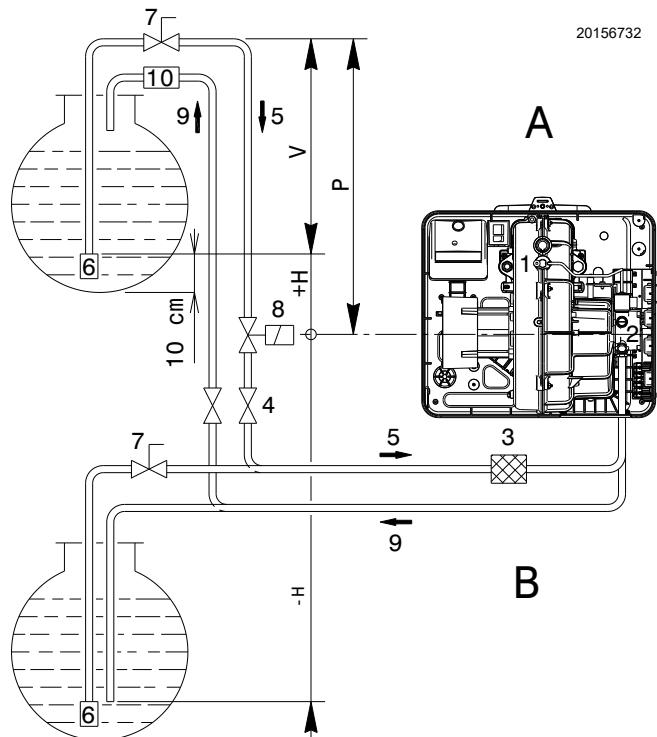

Fig. 17
### Instalaciones de dos tubos de sifón (A) (Fig. 17)
### Instalaciones de dos tubos de aspiración (B) (Fig. 17)
#### Leyenda (Fig. 17)